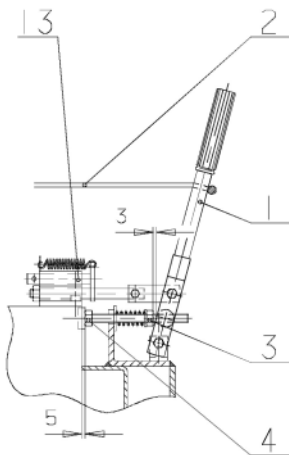
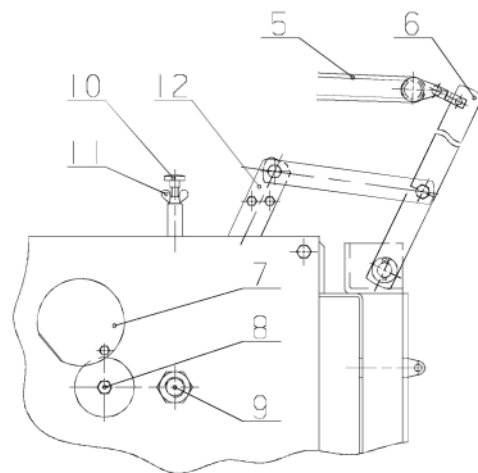

Bild 7
Bild 8
Nachdem die Winde richtig angebaut worden ist, beginnt man mit dem Abwickeln des Drahtseils. Dies geschieht durch Ziehen der roten Schnur (Pos. 2). Dabei nimmt der Hebel 1 die Position AUS (Bild 7) ein. Die Bremse wird entlastet und das Drahtseil kann abgewickelt werden. Im Fall, dass das Drahtseil erst auf die Trommel aufgewickelt wurde oder eine falsche Aufwicklung festzustellen ist, so muss das Drahtseil auf der ganzen Länge abgewickelt werden. Mit dem Schlepper, der sich im Freilauf befindet, wird dann die Winde belastet und das Seil auf der Gesamtlänge wieder aufgewickelt.
Das Hydraulikgestänge des Schleppers wird in die untere Position gestellt. Die Seilwinde wird durch den Polterschild gefestigt, und der Schlepper wird mittels der Handbremse eingebremst. Es darf auf keinen Fall vor der Festigung der Winde mit dem Ziehen angefangen werden. Mit dem Zug an der grünen Schnur (Pos. 5) nimmt der Hebel 12 die Position EIN (Bild 8) ein. Das Drahtseil beginnt sich auf die Trommel aufzuwickeln. Sobald man diese Schnur losläßt, bleibt das Drahtseil stehen und die Bremse hält sofort die Trommel an und damit auch die Last zurück. Es ist verboten, irgendeinen Eingriff ins Einschaltmechanismus zu unternehmen, der einen syn-chronen Betrieb der Kupplung und Bremse verhindern würde.
Es ist ebenfalls verboten, während des Ziehens den Bremshebel anzuziehen (Pos. 1, Bild 7).
Nachdem das Dynamometer (od. Waage) befestigt worden ist, wird an der Schnur (Pos. 5, Bild 8) mit einer Kraft von 350 N (35 kg) gezogen, dabei lehnt sich der Kupplungshebel ans Gestell an, das weiteres Bewegen des Hebels blockiert. Wenn die eingesetzte Zugkraft zu klein ist, wird die Mutter (Pos. 9, Bild 8) nach rechts angezogen, und zwar wird diese so lange nachgezogen, bis die erforderliche Kraft erreicht wird, bzw. bis der Hebel 6 vom Gestell abrückt. Danach muss die Mutter minimal nach links gelöst werden, und somit ist die Kupplung entsprechend eingestellt.
Mit der Schraube (10) und Flügelmutter (11) (Bild 8) wird die Vorbremse eingestellt. Durch richtige Einstellung wird es zugesichert, dass sich das Drahtseil nicht von selbst bzw. zu schnell von der Trommel abwickelt. Das würde bei einer schnellen Entlastung der Bremse und schnellem Abwickeln das Drahtseil beschädigen. Die Vorbremse ist richtig eingestellt, wenn das Seilabwickeln noch ohne größeren Kraftaufwand möglich ist. Wenn das Ziehen bergauf erfolgt, muss die Vorbremse noch zusätzlich entlastet werden, damit das Seilziehen erleichtert wird.
Die Bremse wird mittels Mutter (3) und Mutter (4) eingestellt. Der Bremshebel (1) nimmt dabei die Position EIN (Bild 7) ein. Zuerst wird mittels Gabelschlüssel die Mutter (3) eingestellt, wobei diese etwa 5 mm vom Hebel entfernt sein soll. Danach erfolgt die Einstellung der Mutter (4). Das geschieht, wenn die Platte, die durch diese Mutter geschoben wird, 3 bis 4 mm außerhalb des Gestells liegt. Ist die Bremskraft noch nicht groß genug, so wird dieser Vorgang wiederholt, indem man erneut die Mutter (3) nach rechts anzieht. Wenn die Bremse auf eine zu große Kraft eingestellt wird, ist dadurch das Seilabwickeln erschwert. In diesem Fall ist es erforderlich, diese Mutter ein wenig nach links zu lösen.
Zuerst wird der Kleinschutzgitter entfernt. Dann wird der Deckel entfernt (Pos. 7, Bild 8), und die Trommel in jene Position gedreht, die das Ablösen der Schraube an der Trommel ermöglicht (Pos. 8). Bevor die Schraube gelöst wird, wird der Bremshebel (Pos. 1 Bild 7) in die Position AUS eingestellt. Das Drahtseil wird in die obere Seilführung und über die obere Umlenkrolle zur Seiltrommel eingeleitet. Das Seil wird in die Rille eingeleitet, und die Schraube (Pos. 8) angezogen. Danach beginnt man mit dem Aufwickeln, wie es beim Verfahren des Ziehens vorgeschrieben ist. Nachdem das Seil in der Gesamtlänge aufgewickelt worden ist, wickelt man es noch einmal ab, wie im Kapitel "Abwickeln des Drahtseils" beschrieben, um die Beschädigung des Seils zu vermeiden.
Die Wartung umfasst den Einschaltmechanismus (Pos. 13, Bild 7), der von Zeit zu Zeit gereinigt werden muss. Nach der Reinigung muss dieser mit einem Spray (Empfehlung WD-Spray) besprüht werden, und man erreicht dadurch eine zweifache Funktion: